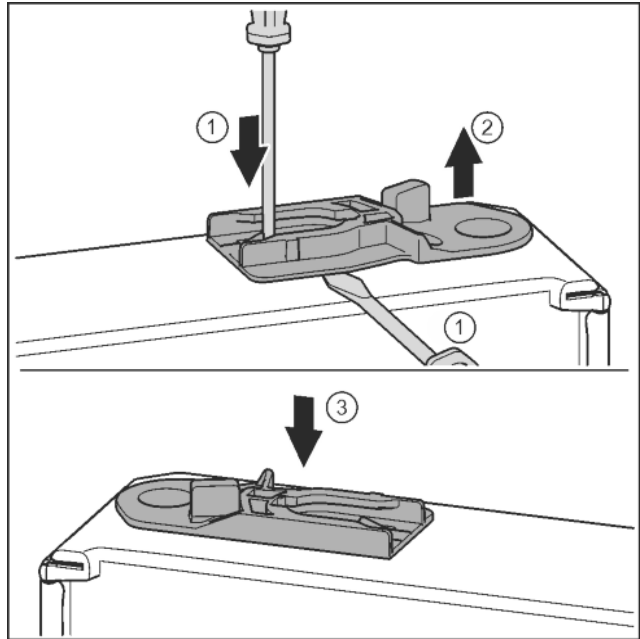

*Fig. 36*
- ▶ Свалете капака и го поставете от другата страна. *Fig. 36 (1)*
- ▶ Поставете лагерната стойка от другата страна и я завийте с помощта на отвертка T25. Започнете с винт 2 долу в средата. *Fig. 36 (2)*
- ▶ Затегнете винт 3 и 4. *Fig. 36 (3, 4)*
- ▶ Завъртете съединението на затварящия демпфер на 180°. От другата страна на лагерната стойка завийте с отвертка T25. *Fig. 36 (5)*
- ▶ Вкарайте изцяло лагерния болт. При това обърнете внимание на това, фиксиращата гърбица да сочи назад. *Fig. 36 (6)*